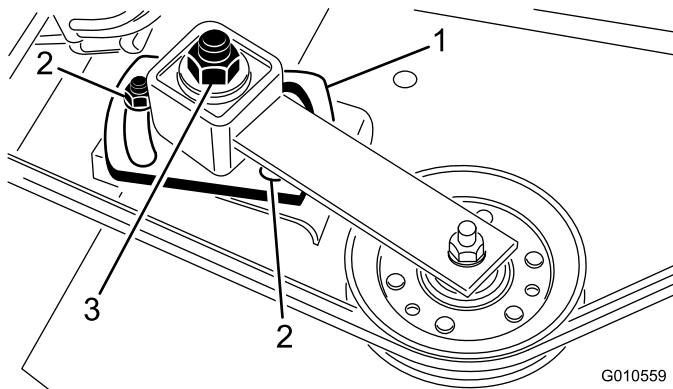

Figura 28
3. Afloje las 2 tuercas que sujetan la placa tensora. Usando una llave dinamométrica con llave de tubo, apriete la tuerca de ajuste de la polea tensora a 24—41 Nm (Figura 28).